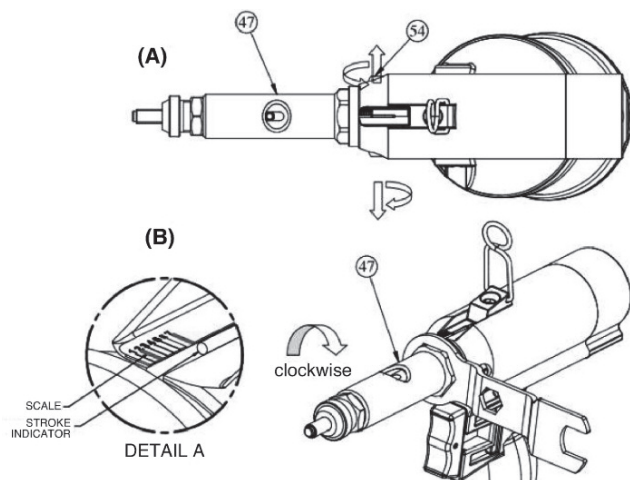

Abb. 2
- Die beiden Innensechskantschrauben (54 in Abbildung 2-A) des Trägerrohrs (47) abschrauben.
- Das Trägerrohr drehen (47 in Abbildung 2-A und 2-B), um den gewünschten Hub zu erhalten. Der Hub wird verringert, wenn das Trägerrohr im Uhrzeigersinn gedreht wird, und vergrößert, wenn der gegen den Uhrzeigersinn gedreht wird.
- Das Trägerrohr einstellen, indem Sie der im Detail A der Abbildung 2 dargestellten Messskala folgen. Jede Umdrehung entspricht einer Einstellung von 1,5 mm.
- Die beiden Innensechskantschrauben (54) des Trägerrohrs (47) wieder anschrauben.